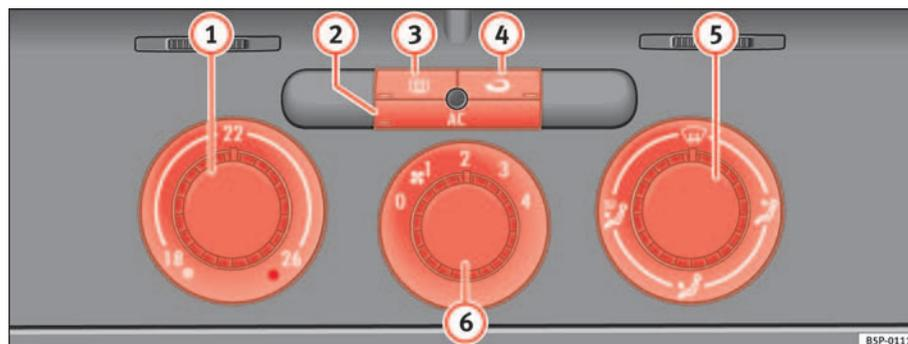

Fig. 123 Sur le tableau de bord : éléments de commande du Climatic
– Les régulateurs ⇒ fig. 123 **1** et **5** et la commande **6** permettent de régler la température, la distribution de l'air et la vitesse de la soufflante.
- Mettez le climatiseur en marche à l'aide de la touche ⇒ page 153, fig. 123 .